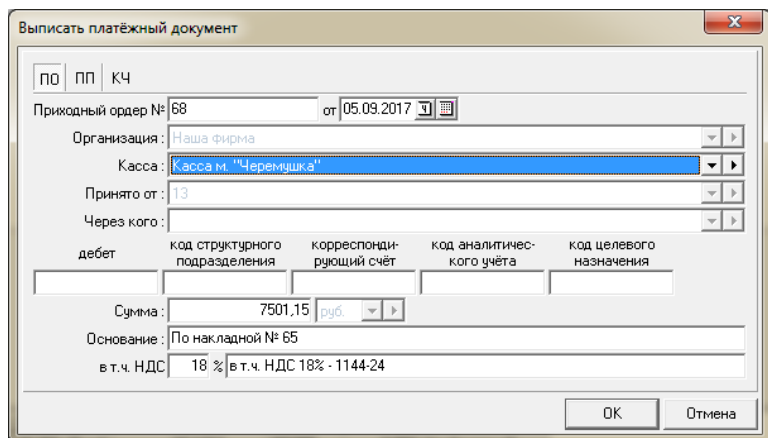

Рис. 88. Формирование приходного ордера
1. Если стоит отметка в окошке «Оплата», — выписать сразу платежный документ, по которому будет проведена оплата счета: приходный ордер (рис. 88), платежное поручение (рис. 89) или кассовый чек (рис. 90). Обратите внимание: при заполнении формы платежного документа в поле «Касса» выбирается условное название кассы, в которую будет зачислена сумма, оплаченная этим документом. Например, это может быть касса определенного магазина или расчетный счет компании;